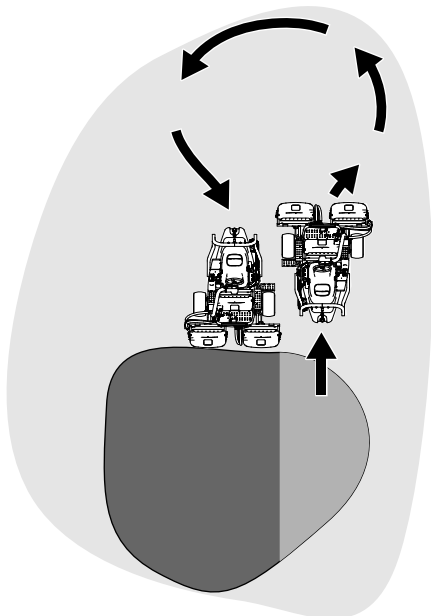

Figura 23
6. Para ganar tiempo y facilitar la alineación correcta para la pasada siguiente, gire la máquina momentáneamente en la dirección opuesta, y luego gire hacia la parte que todavía no está cortada, para completar un giro en forma de lágrima (Figura 23) y alinearse rápidamente para la siguiente pasada.